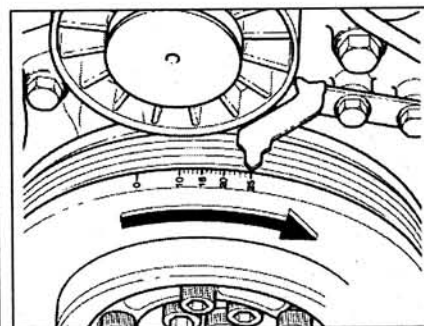

Рис. 3.42. Прокрутите коленчатый вал так, чтобы он установился в положение 25° после ВМТ.
8. Прокрутите коленчатый вал так, чтобы он установился в положение 25° после ВМТ (рис. 3.42).
13. Проверьте установку коленчатого вала в положении 25° после ВМТ (рис. 3.42).